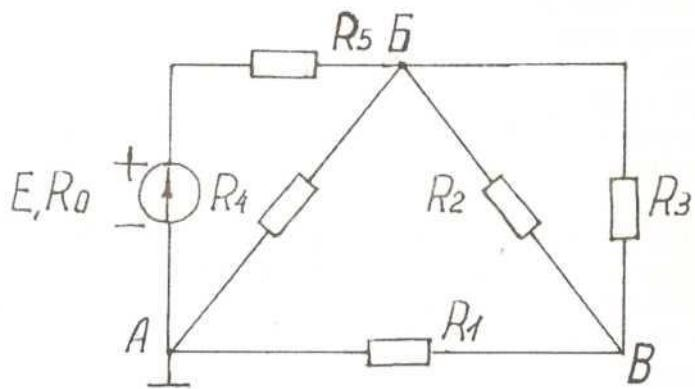

Рис.6
В цепи, схема которой приведена на рис.6, известны сопротивления резисторов $R_1=200 \text{ Ом}$, $R_2=300 \text{ Ом}$, $R_3=600 \text{ Ом}$, $R_4=1200 \text{ Ом}$, $R_5=95 \text{ Ом}$, внутреннее сопротивление источника энергии $R_0=5 \text{ Ом}$, ЭДС источника $E=64 \text{ В}$.
- 1) Указываем направление тока в каждом резисторе и обозначаем узловые точки (рис.6а). При этом становится ясно, что резисторы R_2, R_3 соединены параллельно: подключены к двум точкам цепи Б и В, резистор R_1 с участком БВ соединен последовательно и т.д.
Рис.6а
После этих преобразований схема соединения резисторов представлена на рис.6б.
Рис.6б